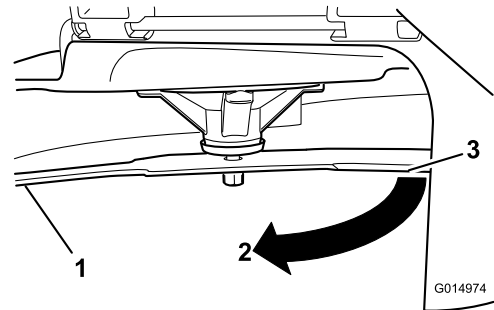

Figura 62
4. Gire la misma cuchilla 180 grados de manera que el otro extremo esté en la misma posición (Figura 62).